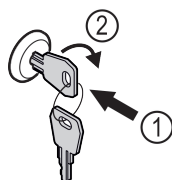

Fig. 127
- ▶ Sätt in nyckeln Fig. 127 (1).
- ▶ Vrid nyckeln 90° medurs Fig. 127 (2).